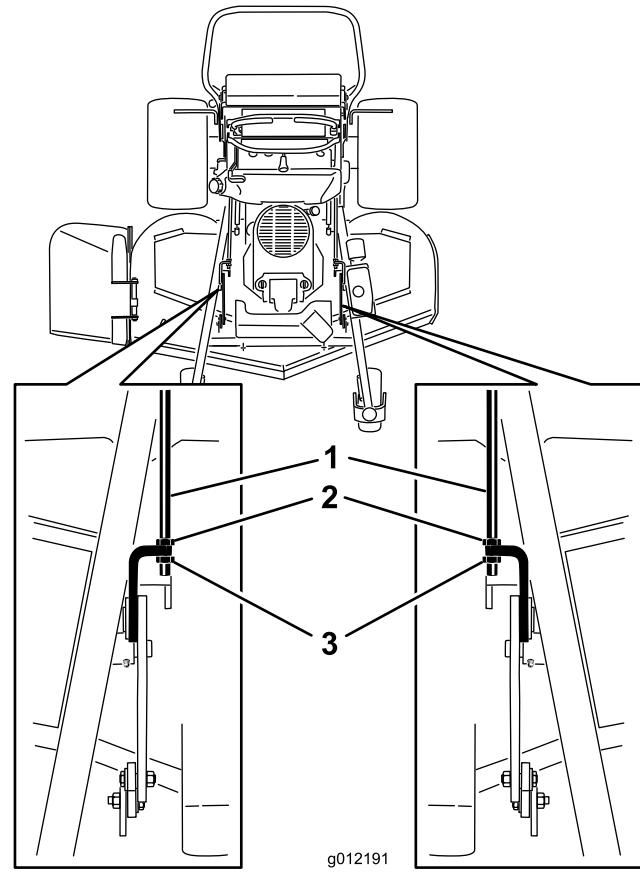

Figure 85
2. Desserrez les écrous avant et arrière sur les tiges de réglage (Figure 85).
3. Le tablier de coupe doit reposer entièrement sur les trois cales de 2x4 (Figure 85). Le bord arrière du tablier est plus bas de 6 mm (1/4") que le bord avant.
6. Si les dimensions ne sont correctes, réglez les écrous avant et arrière de chaque côté pour obtenir l'inclinaison longitudinale correcte (Figure 85).